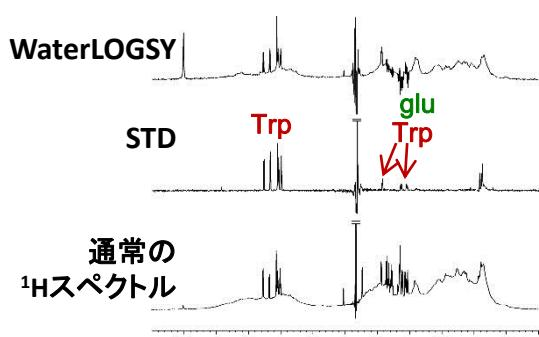

図1 WaterLOGSY法とSTD法の比較：ヒト血清アルブミン (HSA) とトリプトファン (Trp) 複合体のNMR
- ヒト血清アルブミン (HSA) とトリプトファン (Trp) の複合体の通常の¹H NMRスペクトルに対するWaterLOGSY法及びSTD法によるスペクトルを図1に示します。
- WaterLOGSY法では、タンパク質によるシグナルは十分には消去できていませんが、結合しないグルコースのシグナルは下向きになります（図1上）。
- STD法では、タンパク質によるシグナルは効率よく消去され、結合したトリプトファンのシグナルをより鮮明に確認することができます（図1中）。